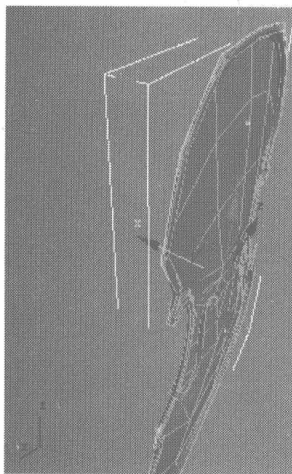

图 5.157
- 24** 选择如图 5.157 所示的曲线，按住 Shift 键向外拖动，复制出一个边沿，如图 5.158 所示。单击 **Cap** 按钮，添加面，如图 5.159 所示。